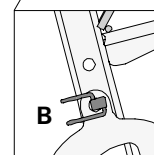

Fig. A7.34a
2. Retirer la broche rabattable (66.7) de la position B. (Fig. A7.34a)
9. Poser la broche rabattable en position B. (Fig. A7.34a)
1. Retirer la broche rabattable (66.7) de la position B. (Fig. A7.34a)